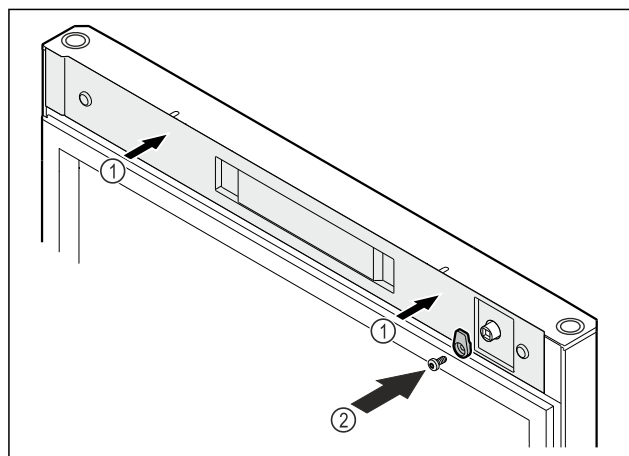

Fig. 55
- ▶ Установите крышку Fig. 55 (1).
- ▶ Привинтите запорный крючок Fig. 55 (2).